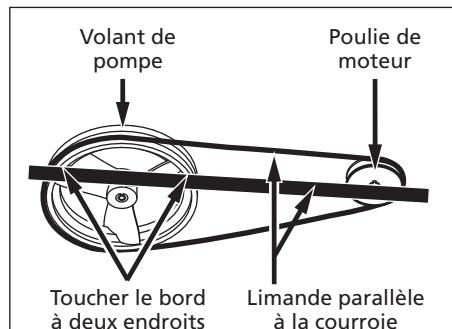

Figure 13
- e. Pour aligner la courroie, placer une limande contre la face du volant, touchant le bord à deux endroits (Voir la Figure 13).
f. Ajuster le volant ou la poulie du moteur afin que la courroie soit parallèle à la limande (Voir la Figure 13).